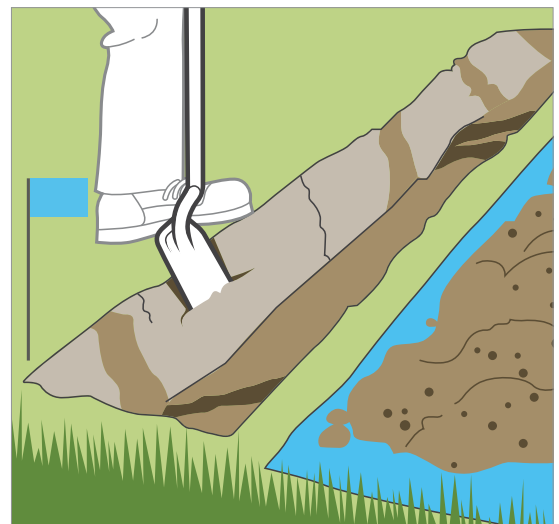

Figura 2
4. Criação de valas: consulte as leis do local. Se não houver leis locais estabelecidas em relação à profundidade da linha principal do aspersor na área, cave de 25 cm a 30 cm de profundidade. Cave de 15 a 20 cm para as linhas laterais. As valas podem ser feitas manualmente ou com um sulcador. Os sulcadores são comercializados pela maioria dos estabelecimentos de aluguel de ferramentas *Figura 2*.